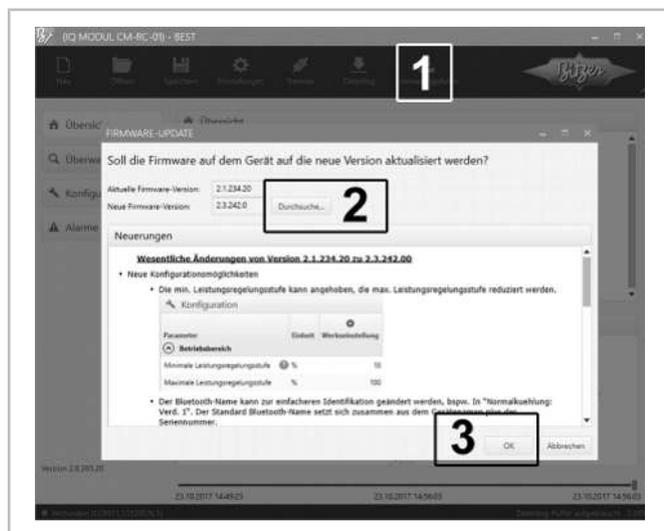

Рис. 2: Обновление прошивки
- Выберите «Обновить прошивку» (1) и щелкните мышкой «Обзор» (2) (см. рис. 2, стр. 37).
- Запустите обновление прошивки и подождите успешного её обновления. Подтвердите, нажав ОК (3).